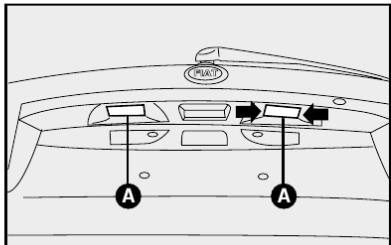

fig. 31
LUZ DE PLACA figs. 31 e 32
1) retirar os refletores **A-fig. 31** utilizando uma chave de fenda nos pontos indicados pelas setas **fig. 31**;